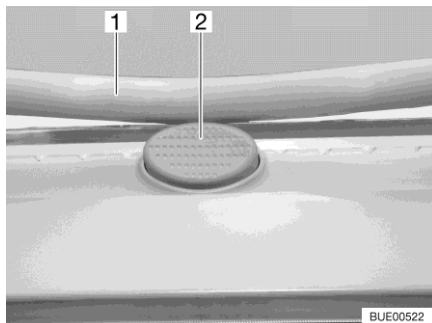

Fig. 22 Bottone di sicurezza (oblò inclinabile)
- Premere il bottone di sicurezza (Fig. 22,2) e tirare verso il basso la staffa (Fig. 22,1) con entrambe le mani.
- Premere la staffa verso l'alto con ambedue le mani, finché la staffa non poggia al di sopra del bottone di sicurezza (Fig. 22,2).